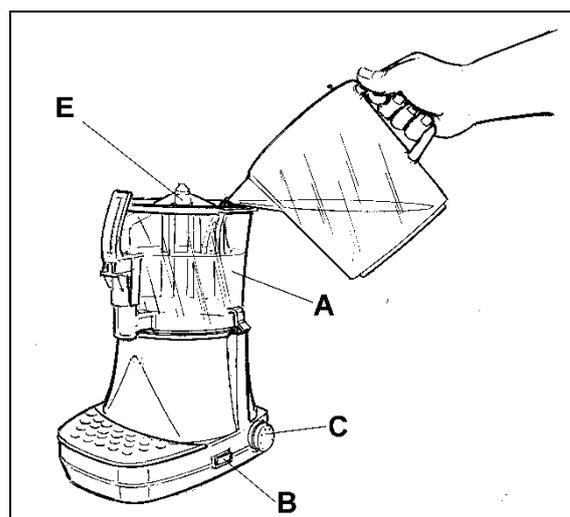

Fig. 4
- Soulever le couvercle et verser le produit à l'intérieur du conteneur (A). Allumer la machine moyennant l'interrupteur (B), régler le thermostat (C) à la température maximale (fig.4). Attendre que le produit soit à température pour être distribué.